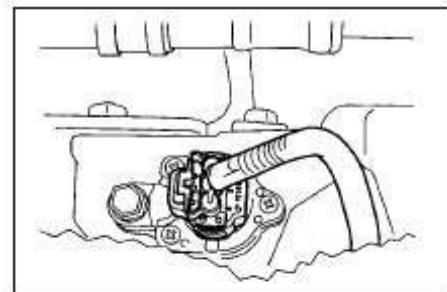

Рис. 70
- 1. Отсоедините разъем датчика скорости автомобиля (см. Рис. 70).**